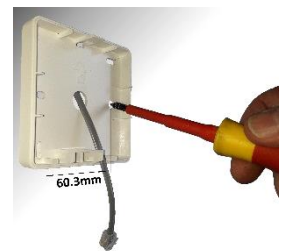

Fig. 8
- Étape 2** Faire passer une extrémité du câble de commande RJ dans la boîte de distribution, faire passer et fixer le câble de commande RJ dans le boîtier arrière et fixer le boîtier arrière à la boîte de distribution à l'aide de 2 vis de montage (non fournies) (voir Fig. 8).